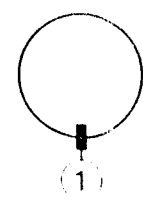

Fig. 5a
3. Elimine el cruce de las líneas horizontal azul central y la línea roja con la azul vertical central y la roja, inclinando verticalmente la unidad de deflexión. De ser correcta la posición de la unidad de deflexión, ponga la cuña de goma ① (sin quitar la regleta de papel), en la parte superior (fig. 4a) o en la inferior (fig. 5a). Consulte la fig. 4a si la unidad de deflexión está inclinada hacia arriba, y la fig. 5a si lo está hacia abajo.